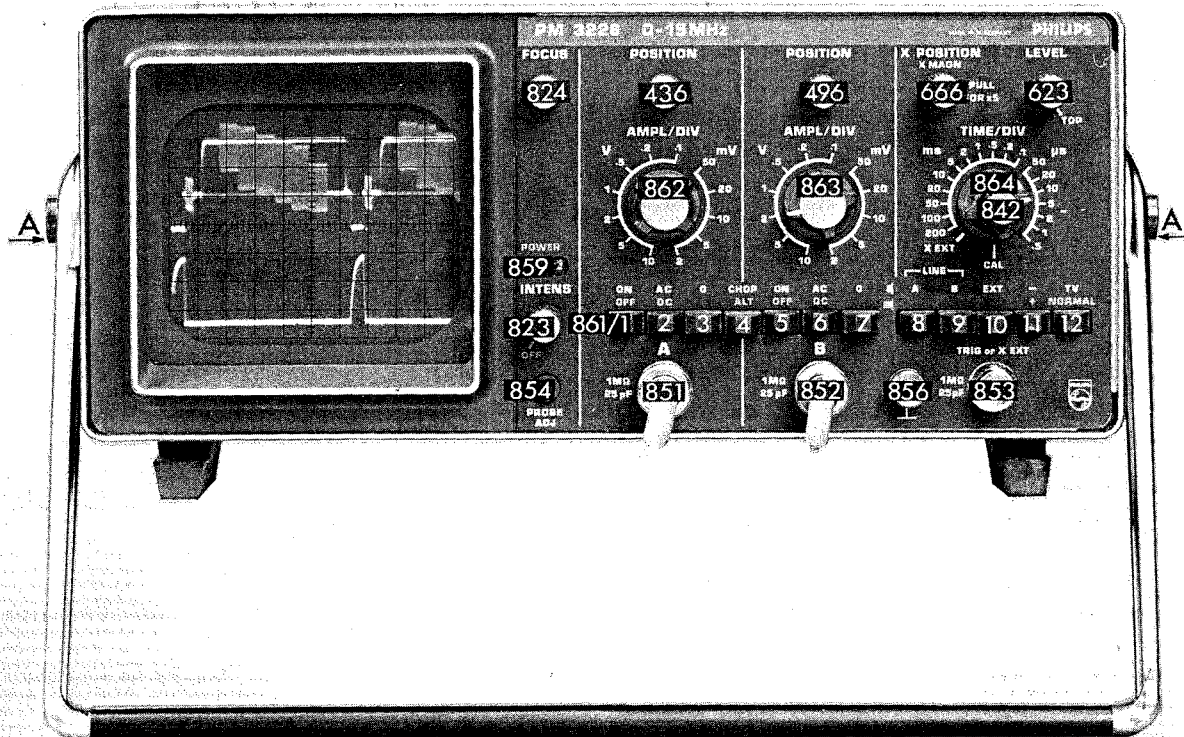

Fig. 2.2. Vue avant illustrant commandes et douilles
L'appareil doit être placé horizontalement ou incliné après avoir pivoté l'étrier-support. Pour déposer le poignée, enfoncer les deux boutons centraux de pivotement A (voir Fig. 2.2.).
### 2.1.6. Commandes et douilles (Fig. 2.2.)
- pivoter la poignée du couvercle avant. Pour ce faire, enfoncer les deux boutons A (voir Fig. 2.2.).